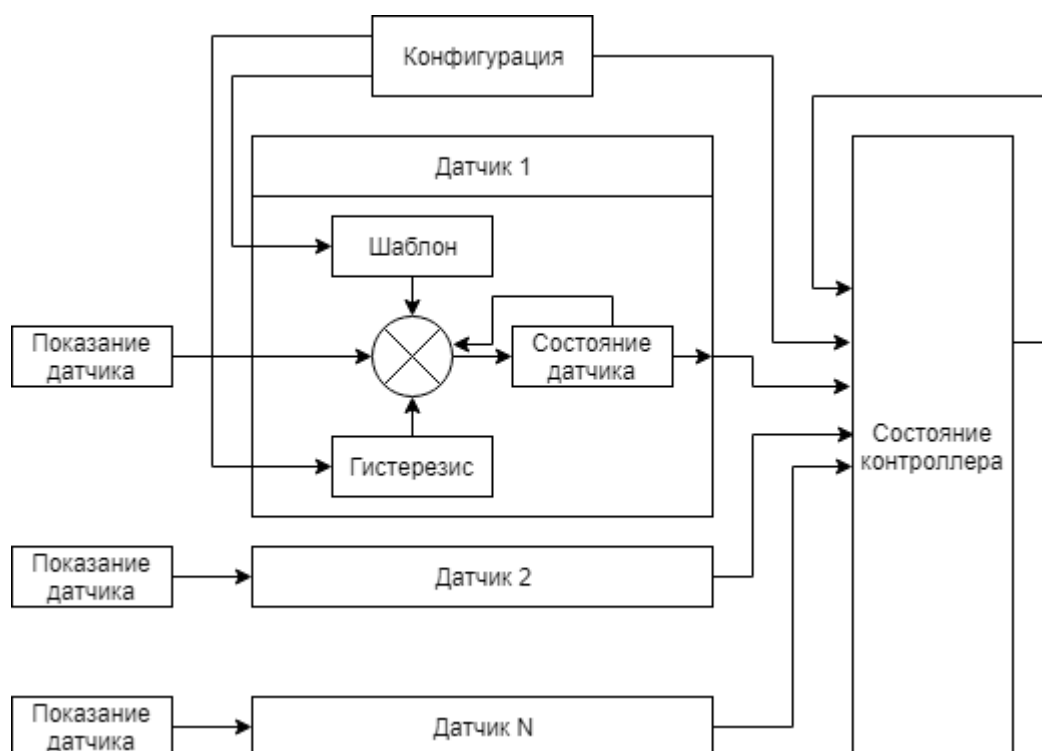

Рис. 9. Диаграмма функционирования ПО
**7.1.1.** Показания, получаемые от датчиков и устройств, являются бинарными состояниями (0,1) для дискретных датчиков, либо цифровыми показаниями для аналоговых датчиков, датчиков 1-wire и цифровых устройств (например, 10,5 мА или 12,1В или 1234,6 кВтч). ПО Контроллера анализирует состояние датчиков и устройств в соответствии с Рис. 9.